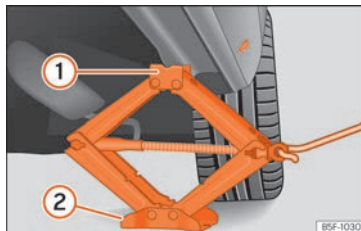

Fig. 41 Bas de caisse : placement du cric du véhicule.
- Tournez la manivelle du cric*, placé sous le point d'appui du bas de caisse, pour le lever jusqu'à ce que l'ergot ① » » fig. 41 se trouve sous le logement en plastique prévu à cet effet.
- Alignez le cric* de sorte que l'ergot ① « s'encastre » dans le logement en plastique prévu à cet effet sur le bas de caisse et que la plaque de base mobile ② repose sur le sol. La plaque de base ② doit tomber dans la verticale par rapport au point d'appui ①.